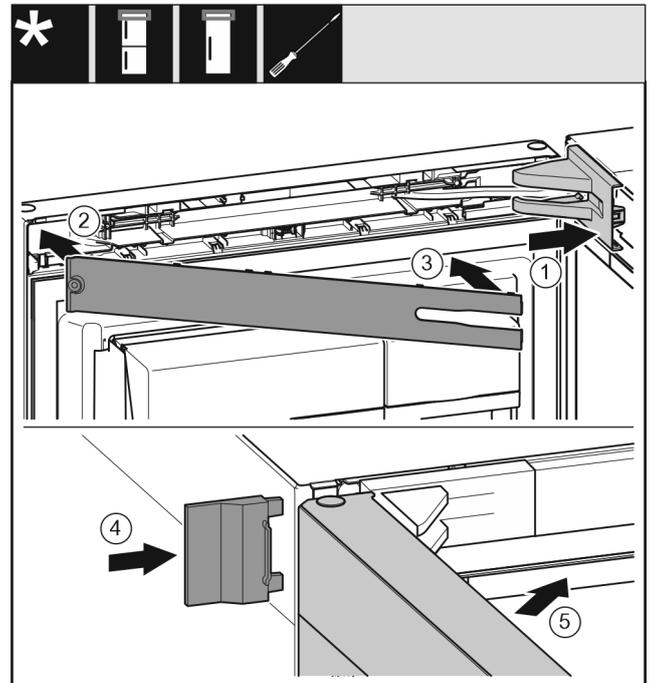

Fig. 48
- ▶ Lagerbockabdeckung aufsetzen und einrasten, ggf. vorsichtig auseinanderdrücken. Fig. 48 (1)
- ▶ Blende aufsetzen. Fig. 48 (2)
- ▶ Blende einschwenken und einrasten. Fig. 48 (3)
- ▶ Äußere Abdeckung aufschieben. Fig. 48 (4)
- ▶ Obere Tür schließen. Fig. 48 (5)